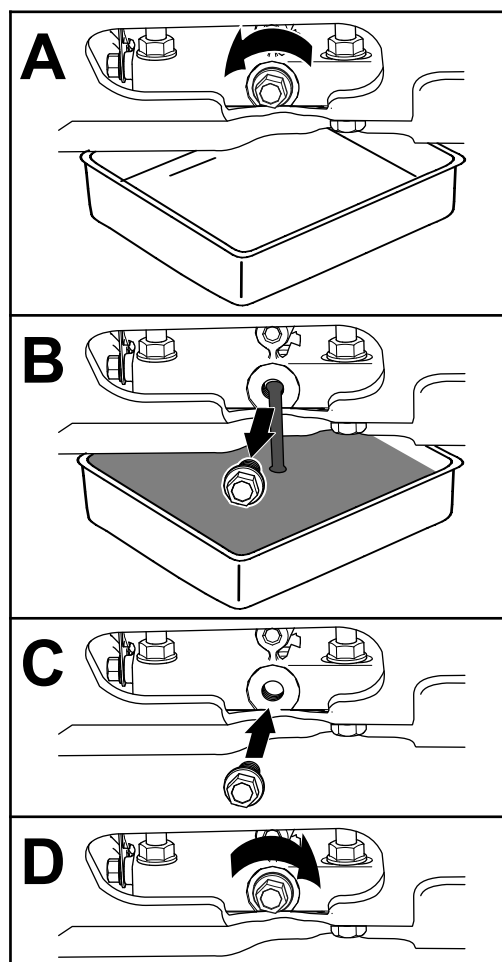

Рисунок 36
3. Замените масло в двигателе, как показано на Рисунок 36.